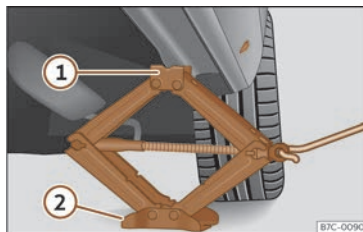

Fig. 202 Llarguer: col·locació del gat del vehicle.
- Gireu la manovella del gat, situat sota el punt de recolzament del llarguer, per elevar-lo fins que la pestanya ① >>> **fig. 202** quedi situada sota l'alotjament previst.
- Alineu el gat de manera que la pestanya ① "s'adhereixi" a l'alotjament previst del llarguer i la placa base mòbil ② quedi recolzada a terra. La placa base ② ha de caure en la vertical respecte del punt de recolzament ①.